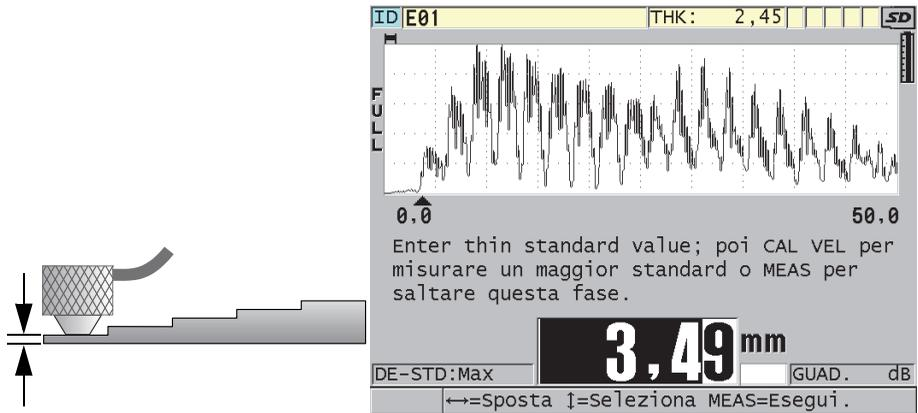

Figura 5-5 Calibratura dello zero mediante un blocco di calibratura da 5 spessori
2. Per effettuare la calibratura dello zero (vedere Figura 5-5 a pagina 81):